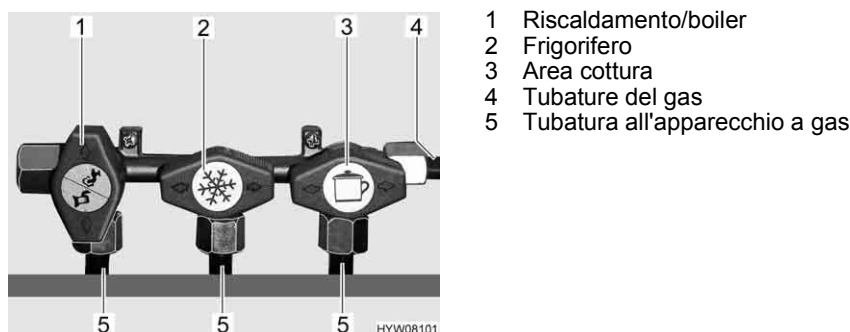

Fig. 46 Simboli dei rubinetti di arresto del gas
Nel veicolo, tutti gli apparecchi del gas sono dotati di un rubinetto di arresto del gas (Fig. 46).
- Posizionare il rubinetto di arresto del gas dell'apparecchio a gas corrispondente parallelamente (Fig. 46,1) alla tubatura (Fig. 46,5) che alimenta l'apparecchio a gas.
- Posizionare il rubinetto di arresto del gas dell'apparecchio a gas corrispondente trasversalmente (Fig. 46,2 e 3) alla tubatura (Fig. 46,5) che alimenta l'apparecchio a gas.